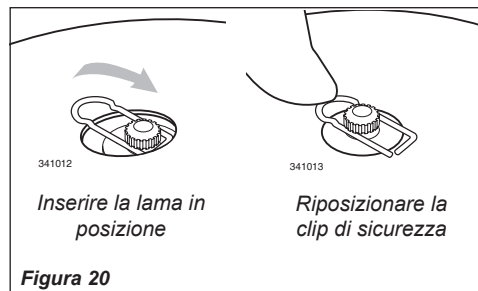

Figura 20
3. Disporre la lama sulla clip di sicurezza e centrarla sulla flangia del supporto A. Vedere Figura 20.